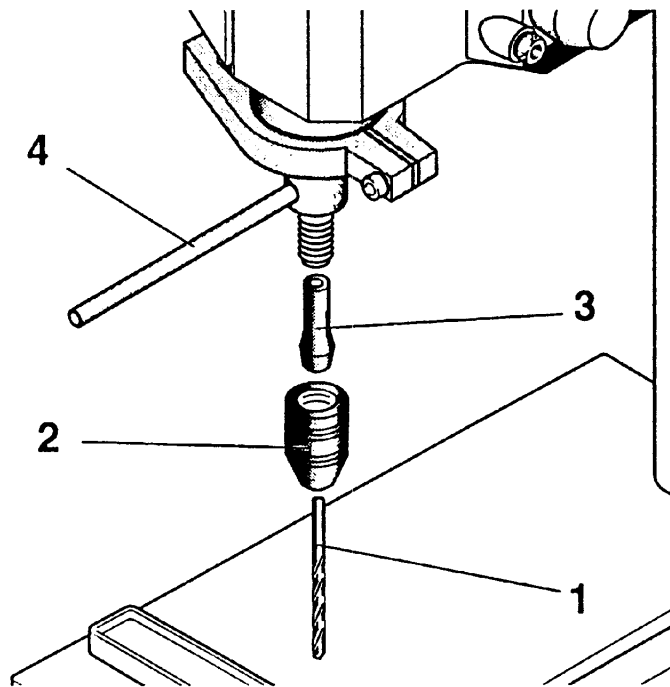

Fig. 3
1. Stift 4 (Fig.3) in die Bohrung einstecken und die Spindel blockieren.
2. Überwurfmutter (2) abschrauben.
3. Gewünschte Spannzange (3) mit passendem Einsatzwerkzeug (1) einführen und Überwurfmutter wieder festziehen.
1. Insert the pin 4 (Fig.3) into the bore and block the spindle.
2. Unscrew the spigot nut (2).
3. Insert the required clamping jaw (3) with the appropriate tool (1) and retighten the spigot nut.
1. Introduire la tige 4 (Fig. 3) dans l'orifice et bloquer la broche.
2. Dévisser l'écrou-raccord (2).
3. Introduire la pince (3) et l'outil (1) nécessaires puis resserrer l'écrou-raccord.
1. Infilare la spina 4 (fig. 3) nel foro e bloccare il mandrino.
2. Svitare la ghiera (2).
3. Introdurre la pinza desiderata (3) con l'utensile inseribile adatto (1) e serrare di nuovo la ghiera.